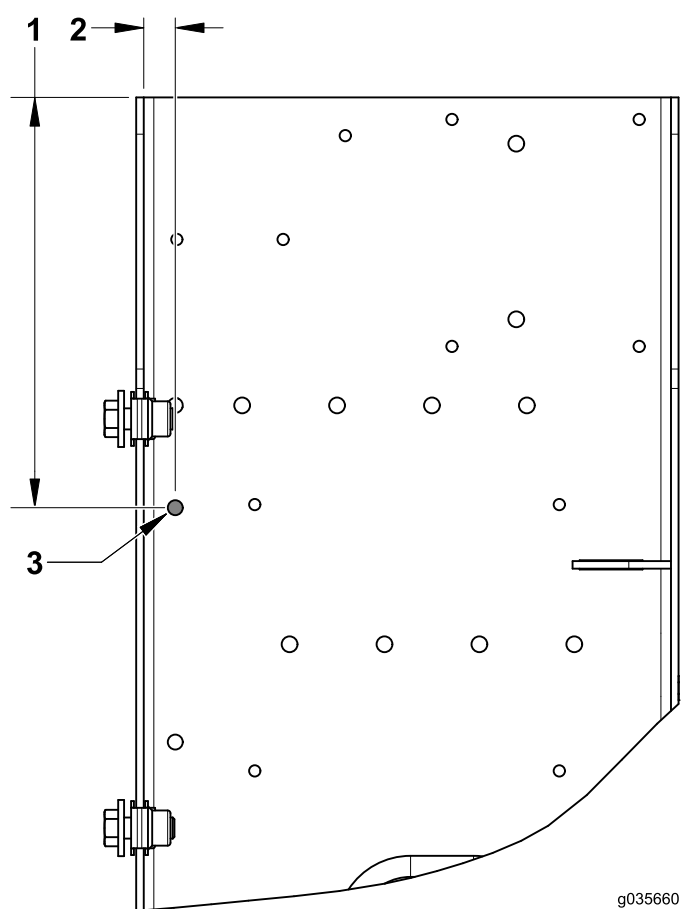

Figure 9
5. Localisez et repérez le trou suivant du contrôleur (Figure 9).